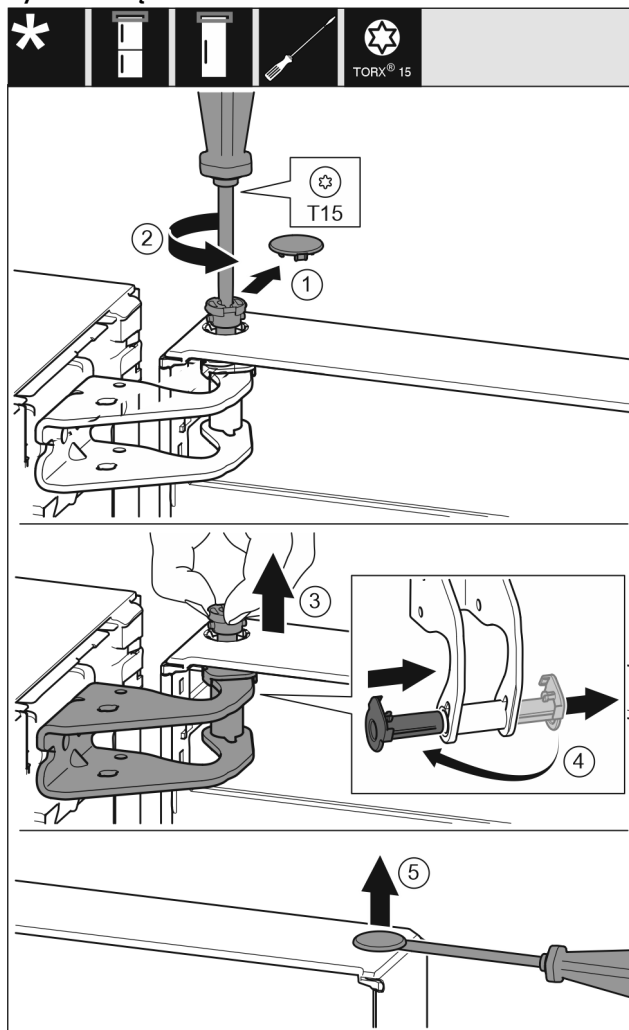

Fig. 6
- ▶ Ostrożnie zdjąć osłonę zabezpieczającą. Fig. 6 (1)
- ▶ Sworzeń wykręcić nieco przy pomocy śrubokręta T15. Fig. 6 (2)
- ▶ Przytrzymać drzwi i wyjąć sworzeń palcami. Fig. 6 (3)
- ▶ Tuleję łożyskową wyjąć z prowadnicy. Założyć z drugiej strony i założyć. Fig. 6 (4)
- ▶ Załączkę ostrożnie podważyć przy pomocy śrubokręta i wyjąć z tulei łożyskowej drzwi. Fig. 6 (5)